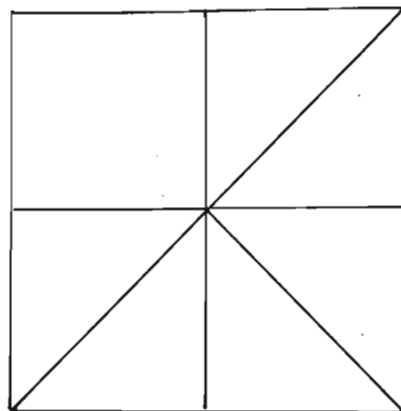

Fig. 1
Fig. 1 - Lo APT Display Video-Converter nella realizzazione dei quattro OM romagnoli. Per chiarimenti, offerte, ecc. indirizzarsi ad: Alessandro Fontanelli, via Kennerly 31, 48027 Solorolo (RA), telefono (0546) 51542. Telefonate dopo le 19, perché di giorno «fa il ferroviere», il suo nominativo è IW4 AOG, ma trovarlo in «radio» è difficile.